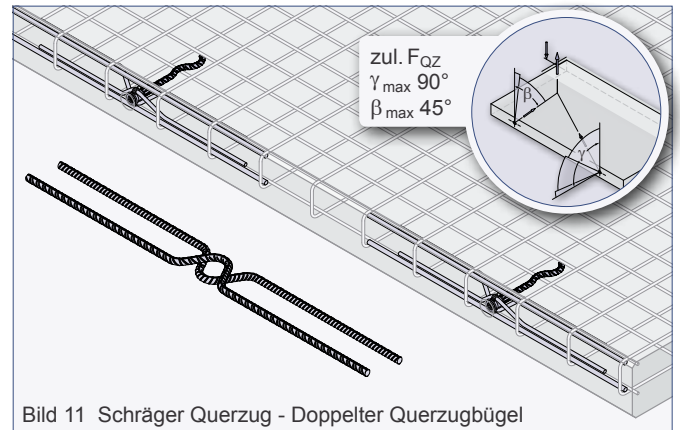
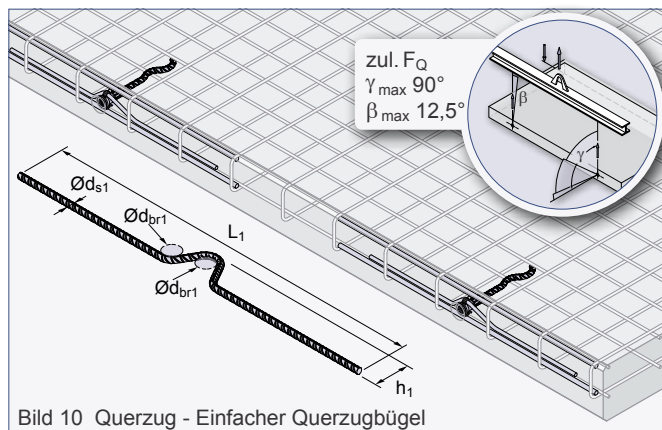
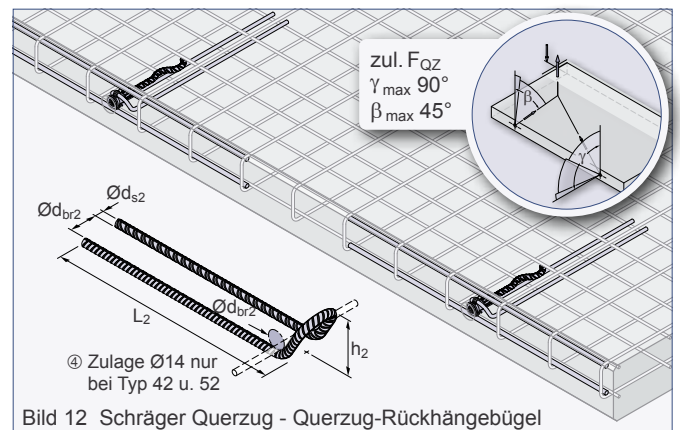

Bild 11 Schräger Querzug - Doppelter Querzugbügel
Bild 10 Querzug - Einfacher Querzugbügel
Bild 12 Schräger Querzug - Querzug-Rückhängebügel
Die Beanspruchung der Gewindetransportanker mit Querzug $\gamma > 15^\circ$ erfordert den Einbau einer Bewehrung nach Tabelle 7. Die Querzugbewehrung kann entweder als einfacher Querzugbügel (Bild 10), als doppelter Querzugbügel (Bild 11) oder als Querzug-Rückhängebügel (Bild 12) ausgeführt werden. Sie hat im Scheitelpunkt der Biegung Druckkontakt mit der Gewindehülse des Transportankers. Die Querzugbewehrung wird stirnseitig im Bauteil entgegen der Belastungsrichtung angeordnet. Das Aufrichten von Platten kann zu gleichzeitigem Schräg- und Querzug, dem so genannten schrägen Querzug, an den Transportankern führen (Bild 11 und Bild 12). In diesem Fall ist nur die Querzugbewehrung als doppelter Querzugbügel oder Querzug-Rückhängebügel erforderlich. Der Schrägzugfall wird beim Einsatz dieser Bewehrung ebenfalls abgedeckt. Beim Umliegen oder Aufstellen des Bauteils während der Montage muss die Lage der Querzugbewehrung beachtet werden (nur beim einfachen Querzugbügel gemäß Bild 10 und Querzug-Rückhängebügel gemäß Bild 12). Der doppelte Querzugbügel (siehe Bild 11) deckt die üblichen Lastrichtungen ab.
④ Zulage Ø14, Länge = 600 mm erforderlich (siehe Bild 12)
⑤ Bei der Bewehrung "Einfacher Querzugbügel" (siehe Bild 10) ist ausschließlich F_Q ($\beta_{max} 12,5^\circ$) zulässig!